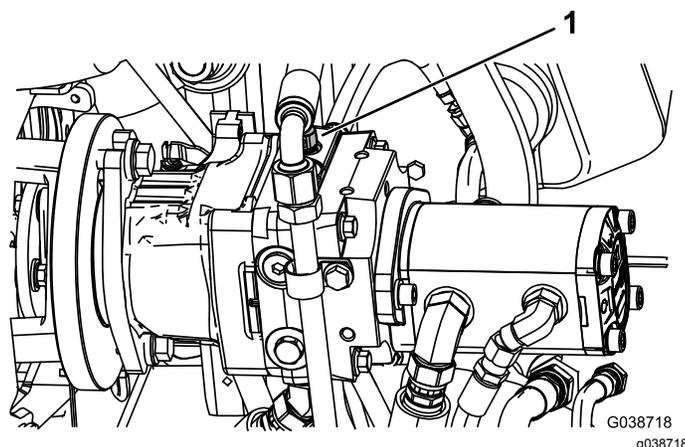

図 25
1. 油圧ポンプについているバイパスバルブを左に2回転させる 図 25。
2. エンジンを掛ける時にはバルブを右に2回転させて元通りに閉める 図 25。